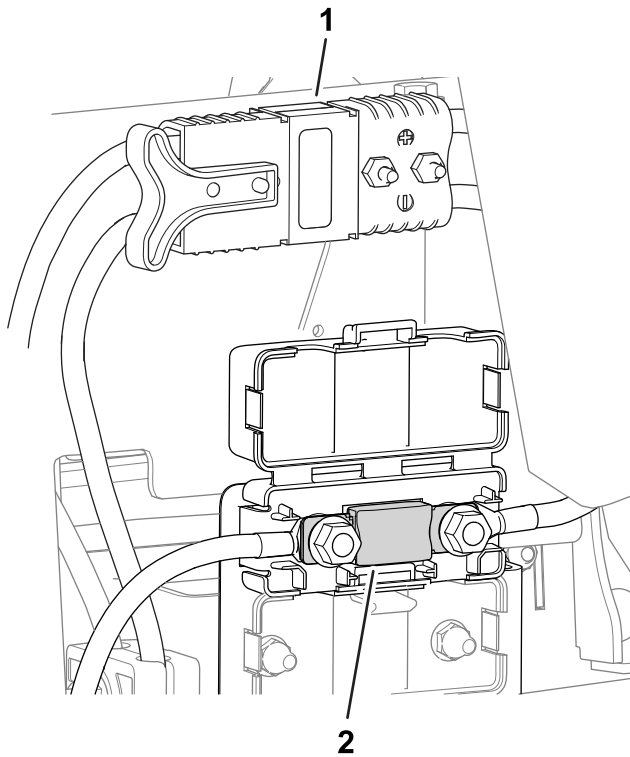

Figura 46
- O fusível do sistema elétrico encontra-se por baixo dos conectores de alimentação (Figura 46).